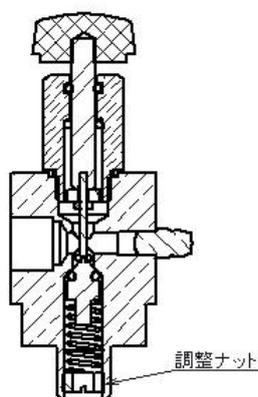

図 5
- ④ グリースチェッカー内蔵逆止弁のクラッキング圧力の調整が可能です。調整ナットを本体吐出口側から見て、右に回すとクラッキング圧力が高くなり、左に回すとクラッキング圧力が低くなります。（図 5）